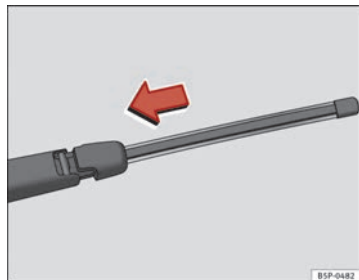

Fig. 150 Colocar la escobilla del limpiaventana
- Sitúe la escobilla, tal como se indica en la ⇒ fig. 150 y deslice el adaptador hasta que encastre.